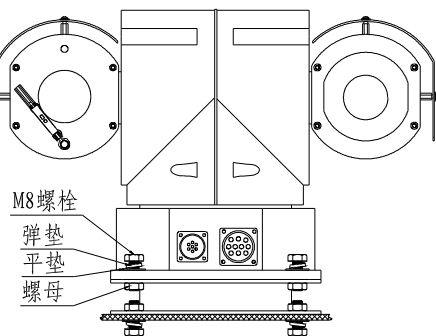

图 6
- 3) 用 4 个 M8×30 的不锈钢螺栓分别加 1 个弹垫和 1 个平垫将抗震器固定在云台底座上，如图 6 所示：